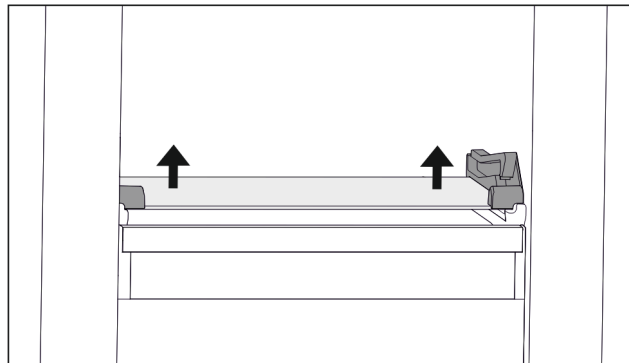

Fig. 131 Placa de sticlă a sertarului înclinabil
- ▶ Apăsăți placa de sticlă de jos în sus pe ambele părți. (vezi Fig. 131)